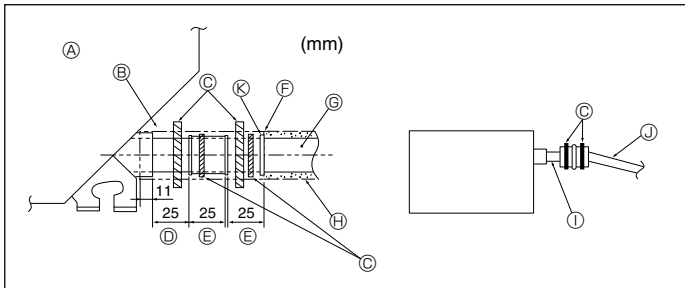

Fig. 5-2
1. Drenaj soketini (üniteyle birlikte verilmiştir) drenaj çıkışına bağlayınız. (Fig. 5-2) (Boruyu PVC tutkalla tutturdudan sonra bantlayarak tespit ediniz.)